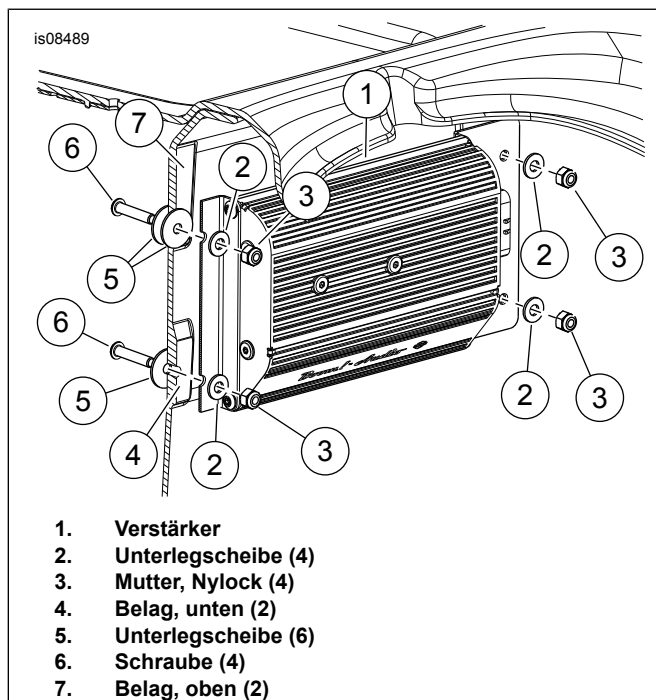
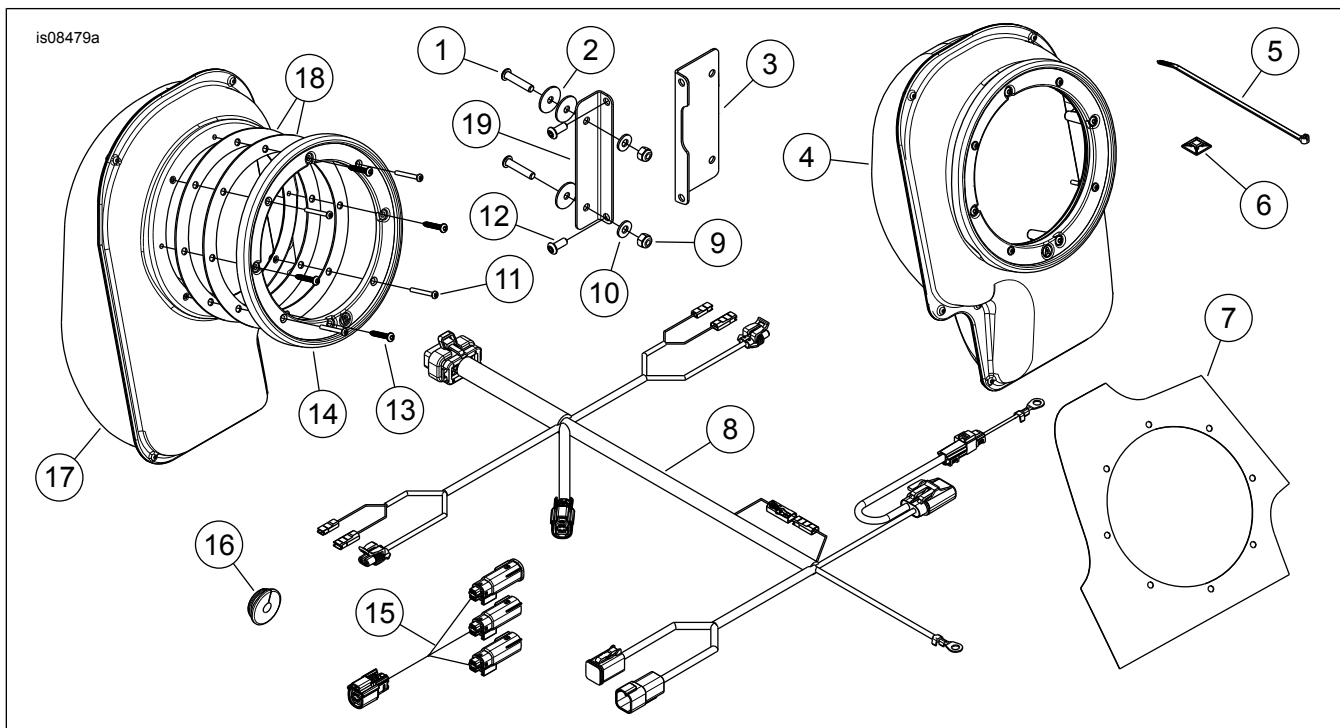

Abbildung 2. Einbau des Verstärkers
Abbildung 5. Ersatzteile, Lautsprecher-Erweiterungssatz
Siehe Abbildung 5 und Tabelle 1.
5. Siehe Abbildung 5. Die Halterung (3) an der Steckverbinderseite des Verstärkers anbringen (Verstärker ist separat erhältlich). Mit Schrauben (12) befestigen. Die Schrauben auf ein Drehmoment von 9,4–12,2 N·m (7–9 ft-lbs) anziehen.
6. Die Halterung (19) an der Seite des Verstärkers ohne Steckverbinder anbringen (Verstärker ist separat erhältlich). Mit Schrauben (12) befestigen. Die Schrauben auf ein Drehmoment von 9,4–12,2 N·m (7–9 ft-lbs) anziehen.
7. Siehe Abbildung 2. Den Verstärker und die Halterungen (1) über den vier erhöhten Belägen (4 und 7) ansetzen. Den Steckverbinder in Richtung linke Fahrzeugseite wie dargestellt positionieren. Die unteren Löcher mittig über den unteren Belägen (4) ansetzen.
- a. Siehe Abbildung 5. Eine Dichtung (18) auf die äußere Oberfläche legen. Die Löcher ausrichten.
- b. Einen Zierring (14) über die Dichtung und das mittlere Loch legen. (Der Zierring für die linke Seite trägt die Markierung „A“. Der Zierring für die rechte Seite trägt die Markierung „B“.) Den Außenring drehen, bis sich der Buchstabe unten befindet.
- d. Durch das mittlere Loch greifen. Die Löcher im Gehäuse, der Dichtung (18) und der Verkleidung deckend ausrichten. Eine Plastikschraube (13) durch ein angesenktes Loch einführen.
12. Siehe Abbildung 2. Eine Unterlegscheibe (5) auf die Schrauben (6) legen. Durch die Löcher von der Innenseite des Aufbewahrungskoffers installieren. Von der Außenseite des Aufbewahrungskoffers aus eine zusätzliche Unterlegscheibe (5) über die oberen Schrauben legen. Diese dient nur als Distanzstück. Den Verstärker und die Halterungen (1) über den vier erhöhten Belägen (4 und 7) ansetzen. Den Steckverbinder in Richtung linke Fahrzeugseite positionieren. Über Halterungen und Schrauben Unterlegscheiben (2) anbringen. Mit der Mutter (3) befestigen. Die Mutter auf 10,8–12,2 N·m (96–108 in-lbs) anziehen.
6-Lautsprecher-Konfiguration für Stage II Den Dreizeige-Verbindungskabelbaum (Artikel 15 Abbildung 5) in den 16-poligen Kabelbaum (vorher bereits durch den Verkleidungs-Verstärkersatz eingebaut) installieren. Dieser befindet sich hinter dem Soziussitz. Den Kabelbaum [296] an den Dreizeige-Verbinder anschließen.